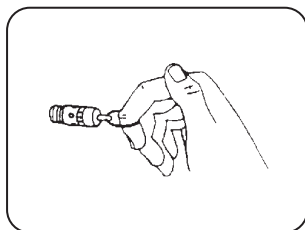

FIGURA 9.2
11. Verifique o funcionamento do purgador manual ou automático (Figura 9.2) (ajuste dos botões de tempo no purgador ou ajuste dos parâmetros P100 e P101, conforme a versão do produto).